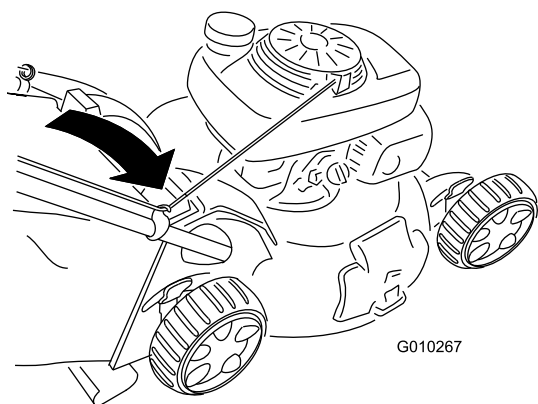

Figura 27
2. Pase la cuerda de arranque alrededor de la guía de cuerda inferior (Figura 27).